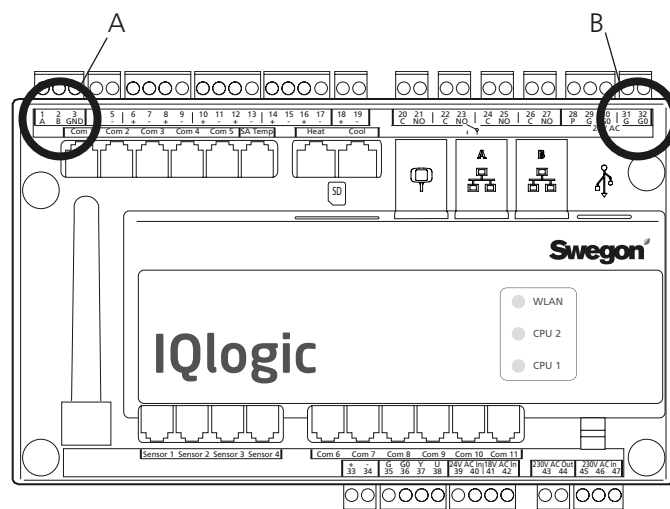

Fig. 4
Anslut matningsspänning 24 VAC till plintar Vin+ (24) och GND (23). Matningsspänning kan hämtas från aggregatets styrenhet, se nedan och B i fig. 4.
Anslut nätverk från kommunikationsenhet GOLDen GATE till styrenhet GOLD (A i fig. 4). Använd 3-ledarkabel.